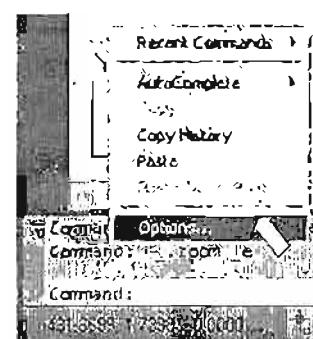

Рис. 1.4. Вызов диалогового окна Options (Настройка)
1. Выбрать из выпадающего меню команду вызова диалогового окна Options (Настройка): Tools / Options (Сервис | Настройка). Или щелкнуть правой клавишей по командной строке (рис. 1.4).
4. Выберите из выпадающего меню команду вызова диалогового окна **Options** (Настройка): **Tools | Options** (Сервис | Настройка). Или щелкните правой клавишей по командной строке (см. рис. 1.4).